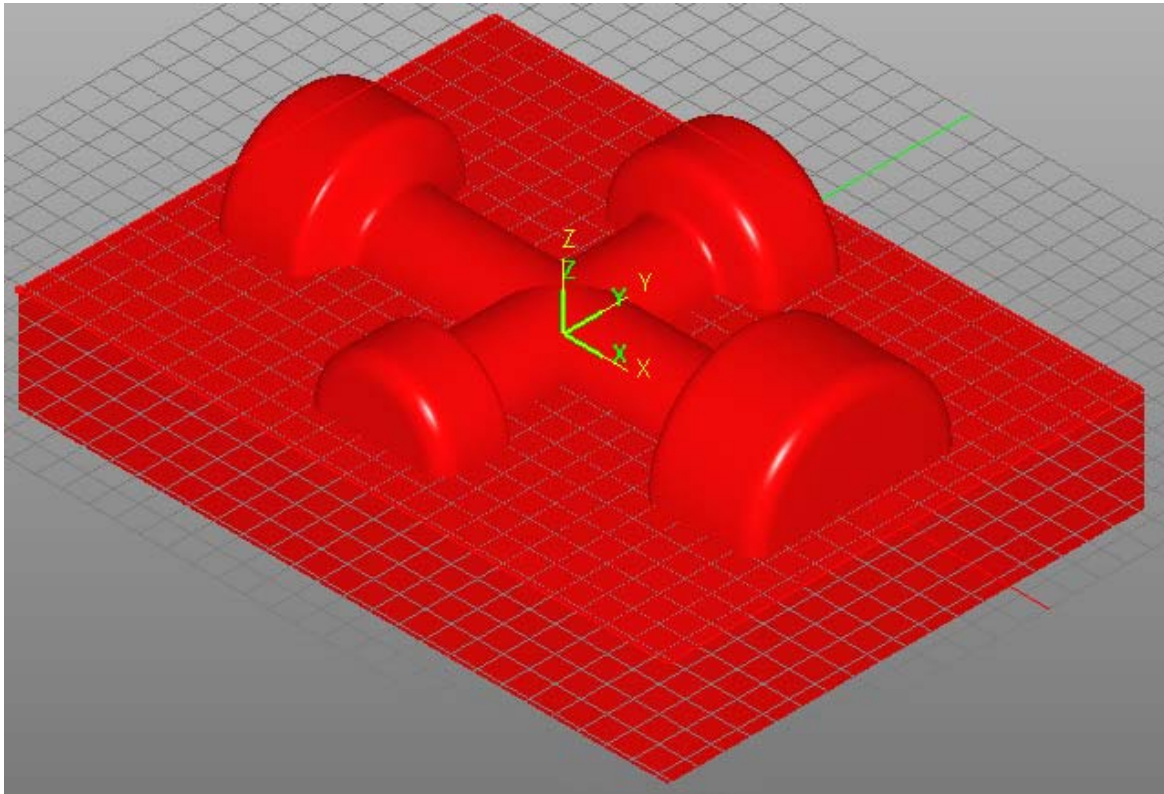

Figura 1. Modelul piesei
1. Se alege comanda **Open** din meniul **File** sau se execută *click* pe pictograma **Open Part File** din bara **Standard** și se selectează fișierul *Ex1.vmp* (figura 1).